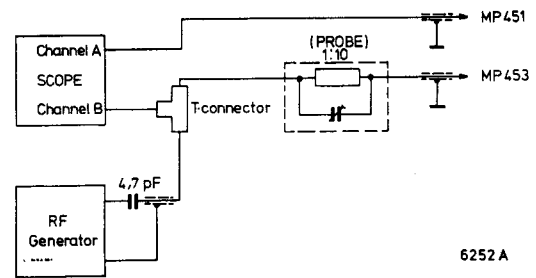

Fig. 14
- Schliesse einen Zweistrahloszilloskopen wie folgt an (siehe Abb. 14).